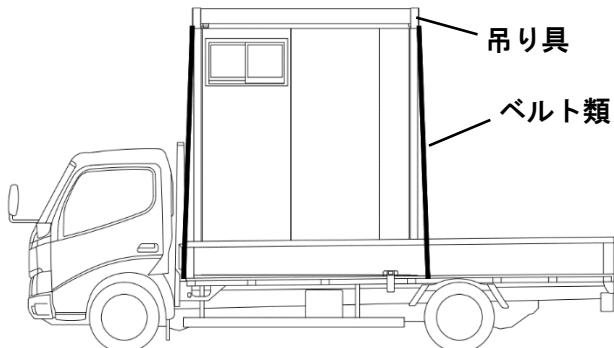

図 1.固定方法
- 本体の固定は、必ず大梁左右の吊り具からラッシングベルト等を使用し 4 隅で固定してください。(図 1 参照)